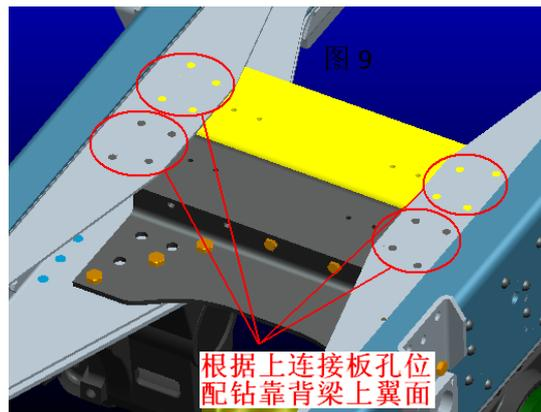

图 11
3、根据靠背梁上连接板已有的孔位配钻靠背梁上翼面（如果空间不足的话可以先描好点，再将靠背梁拆下来配钻，但是必须保证孔位准确），并用 M14×40 螺栓插入孔中（图 11）；